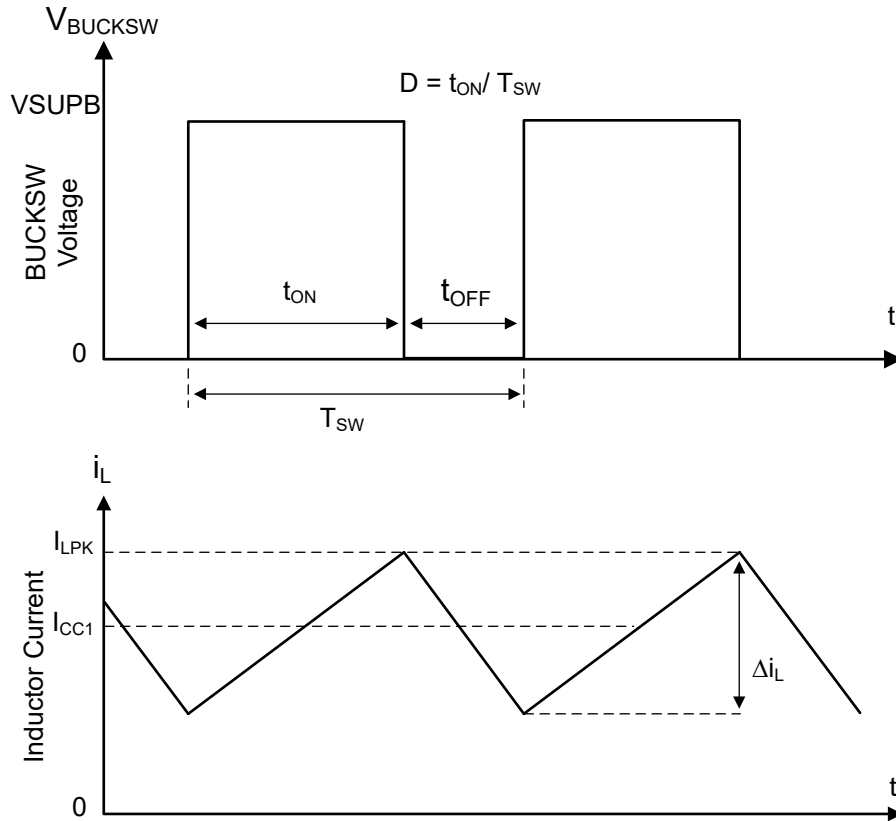

图 8-5. 连续电流模式 (CCM) 下的开关节点波形
TCAN241x-Q1 中集成的降压稳压器是一款同步降压转换器，具有集成式高侧 (HS) 和低侧 (LS) 开关。该稳压器通过以受控的占空比打开高侧和低侧 NMOS 开关，提供稳定的输出电压。请参阅图 8-5。高侧开关导通期间，BUCKSW 引脚电压上升至约 VSUPB，电感器电流 i_L 以线性斜率 (VSUPB - VCC1)/L 增加。当高侧开关被控制逻辑断开时，低侧开关在经过反击穿死区时间 (t_D) 后将会导通。电感器电流通过低侧开关以 -VCC1/L 的斜率放